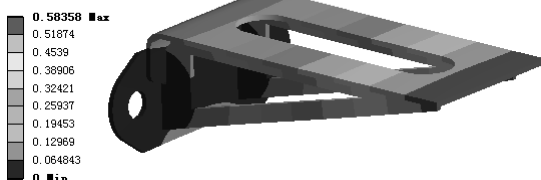

图 7.11.21 位移变形结果图解
(3) 查看位移变形结果图解。在“Outline”窗口中选中 **Total Deformation**，查看图 7.11.21 所示的位移变形结果，其最大位移为 0.58358 mm。